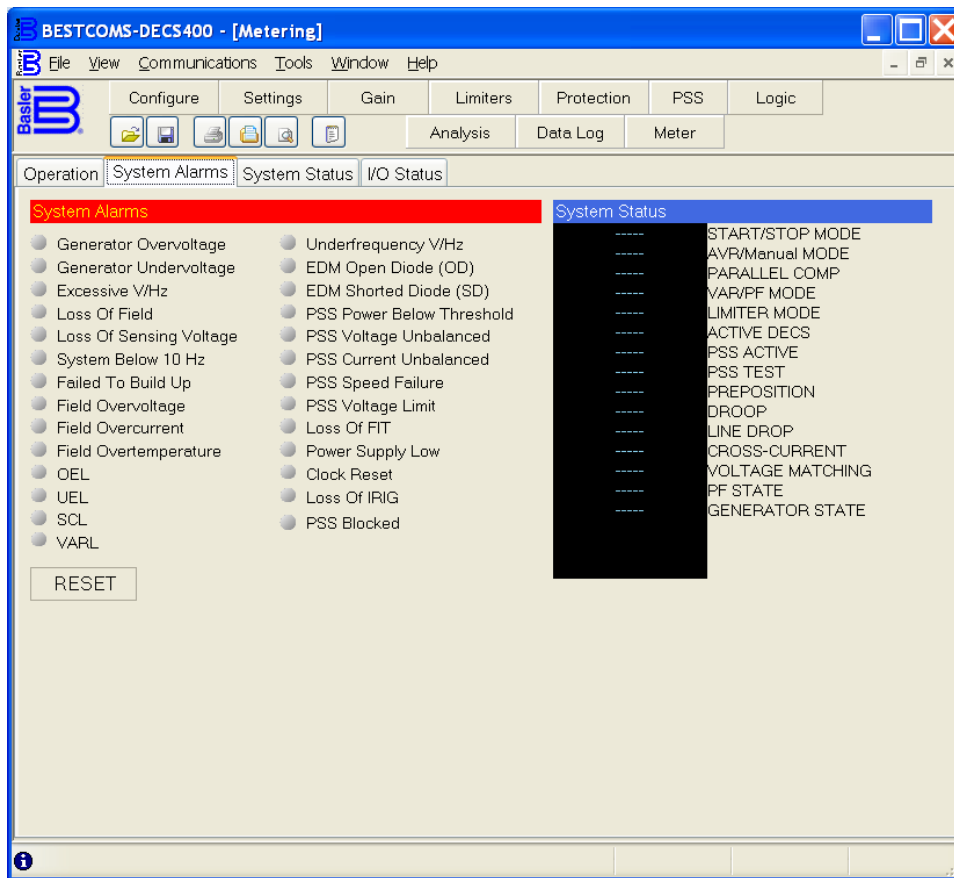

Figura 4-42. Pantalla Medición, pestaña Alarmas del sistema
Los indicadores de la pestaña System Alarms (Alamas del sistema) se muestran en la **Figura 4-42** y se describen en los próximos párrafos.
**System Alarms (Alarmas del sistema).** Cuando tiene lugar cualquiera de las 27 condiciones de alarma (**Figura 4-42**), el indicador correspondiente cambia de gris a rojo. Al hacer clic en el botón RESET (Restablecer) se restablece todo anuncio de alarma del sistema que ya no esté activo.
**System Status (Estado del sistema).** Se enumeran distintos modos operativos del sistema (**Figura 4-42**) junto a etiquetas de texto que cambian según el estado de cada modo operativo.